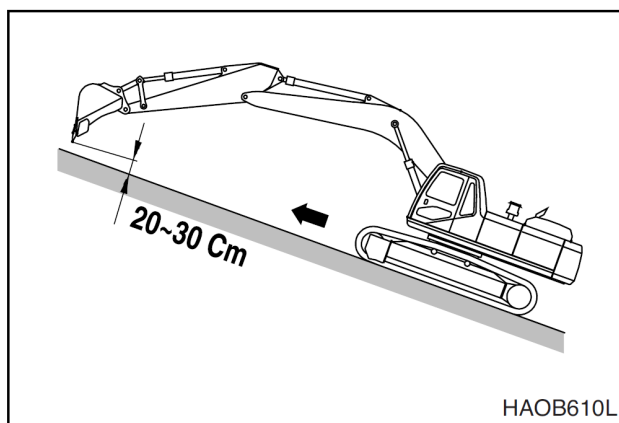

Рис. 34
6. Следует двигаться только строго вверх или вниз по склону, запрещается передвигаться поперек склона по диагонали. См. рис. 34 - 35. Полностью выдвинуть рукоять, и опустить стрелу, чтобы ковш был на высоте **20-30 см** над грунтом. Если машина заскользила или стала неуправляемой, следует немедленно опустить ковш, чтобы восстановить управляемость. Если двигатель заглох, опустить ковш, убедиться, что все органы управления находятся в нейтральном положении, и снова запустить двигатель.